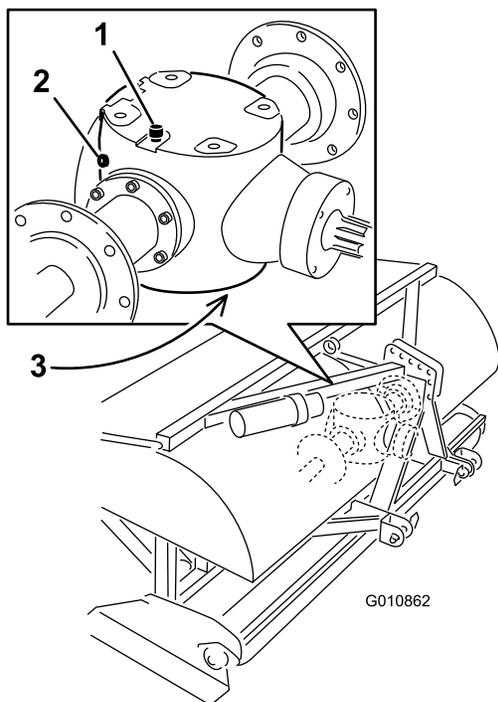

Figura 45
2. Remova o tampão de verificação da caixa de velocidades (Figura 45).
3. Certifique-se de que o nível se situa pela base do orifício do bujão na caixa de velocidades (Figura 45).
1. Elimine os detritos do tampão de ventilação/enchimento e verifique o tampão de escoamento para evitar contaminação (Figura 45).